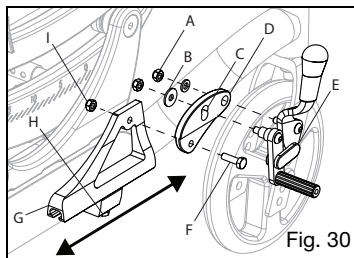

Fig. 30
1. Utilice una llave o llave cava de 10 mm para aflojar (no quitar) el perno hexagonal (Fig. 30:H) debajo del bloque de instalación del chasis de la base.
2. Deslice la placa de instalación (Fig. 30:G) hacia adelante o hacia atrás para lograr un bloqueo adecuado.
1. Utilice una llave de 10 mm para quitar las tuercas (Fig. 30:A) de los pernos del seguro de la rueda y quite el mecanismo del seguro de la rueda (Fig. 30:E).
2. Quite el perno hexagonal (Fig. 30:F) y la tuerca (Fig. 30:I) con dos llaves de 10 mm.
3. Gire el soporte de bloqueo de la rueda (Fig. 30:D) hacia delante o hacia atrás.
4. Vuelva a instalar el perno hexagonal (Fig. 30:F) y la tuerca y apriételes (Fig. 30:I).
5. Vuelva a instalar el mecanismo de seguro de la rueda (Fig. 30:E) y fíjelo con las tuercas (Fig. 30:A).
NOTA: La arandela de mayor diámetro (Fig. 30:B) va debajo de la tuerca que cubre el agujero ondulado (Fig. 30:C). Instale siempre el seguro de las ruedas con el orificio ondulado que permite que el perno delantero del mecanismo del seguro de las ruedas quede por debajo del perno posterior. Por ejemplo, si el único orificio está hacia la parte delantera de la silla, instale el seguro de la rueda de modo que el perno más posterior del mecanismo del seguro de la rueda esté en el orificio superior del orificio ondulado. Si el único orificio está hacia la parte posterior de la silla, coloque el perno delantero del mecanismo en el orificio inferior del orificio ondulado.